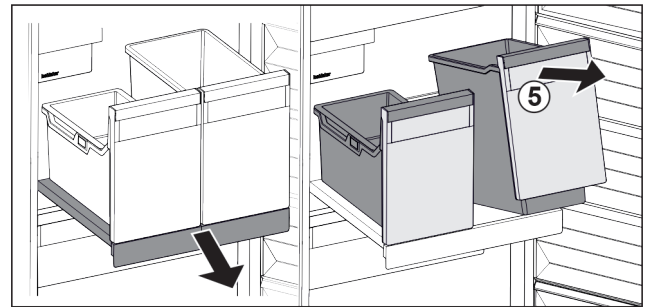

Fig. 29
- ▶ Підняти резервуар Fig. 29 (5) спереду.